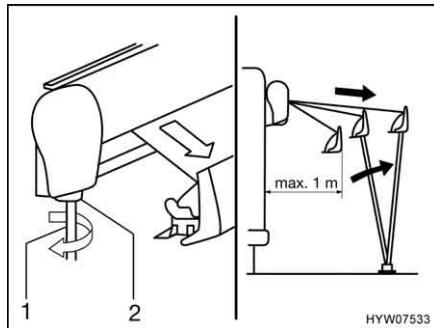

Fig. 23 Estrazione della tenda
- Inserire la manovella (Fig. 23,1) nel supporto a baionetta (Fig. 23,2) della tenda e girarla in senso antiorario.